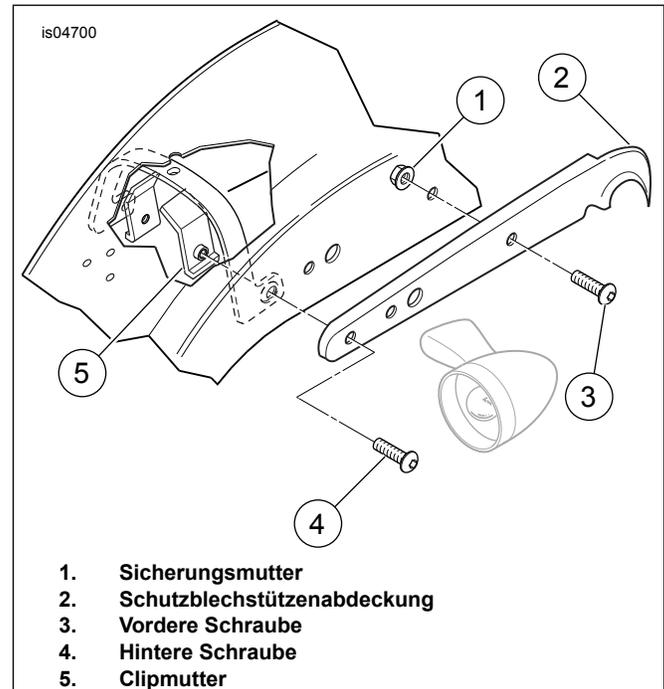

Abbildung 1. Hintere Schutzblechstütze (rechte Seite abgebildet)
4. Siehe Abbildung 1. Die vordere Schraube (3) und die Sicherungsmutter (1) von der hinteren Schutzblechstützenabdeckung (2) entfernen und entsorgen.
5. Die hintere Schraube (4) und die Clipmutter (5) von der hinteren Schutzblechstützenabdeckung entfernen und entsorgen.